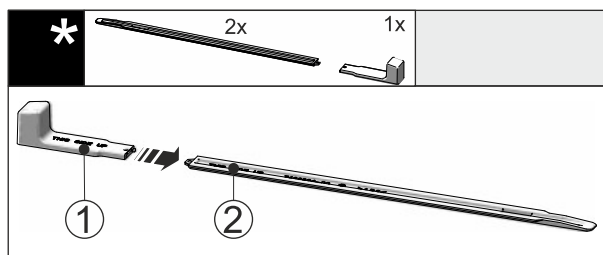

Fig. 48
- ▶ Вставьте монтажную ручку Fig. 48 (1) в выравнивающую рейку Fig. 48 (2).